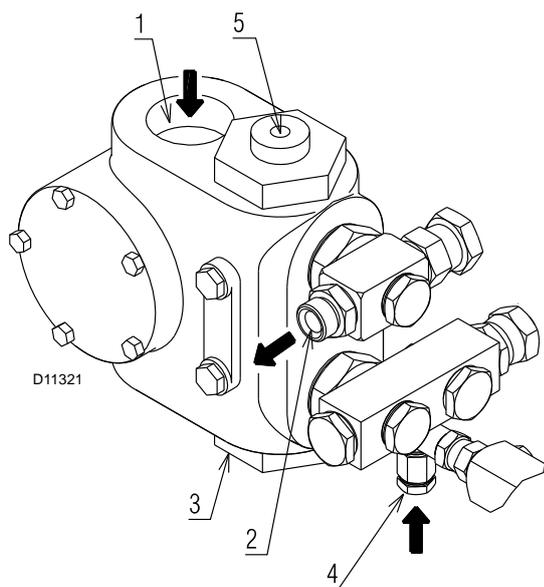

Fig. 21
Leyenda (Fig. 21)
- A fin de que la bomba (Fig. 21) pueda autocebarse, es indispensable aflojar el tornillo 4) para purgar el aire que pueda haber en el tubo de aspiración.
Si la bomba se ha vaciado, llenarla de combustible por el tapón del vacuómetro 4)(Fig. 21) antes de arrancarla, de otro modo quedará agarrotada.